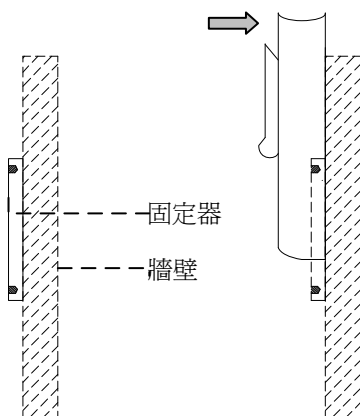

Fig 4.3
- (1) 將固定鐵板用螺釘固定在牆壁上 (Fig4.3)；